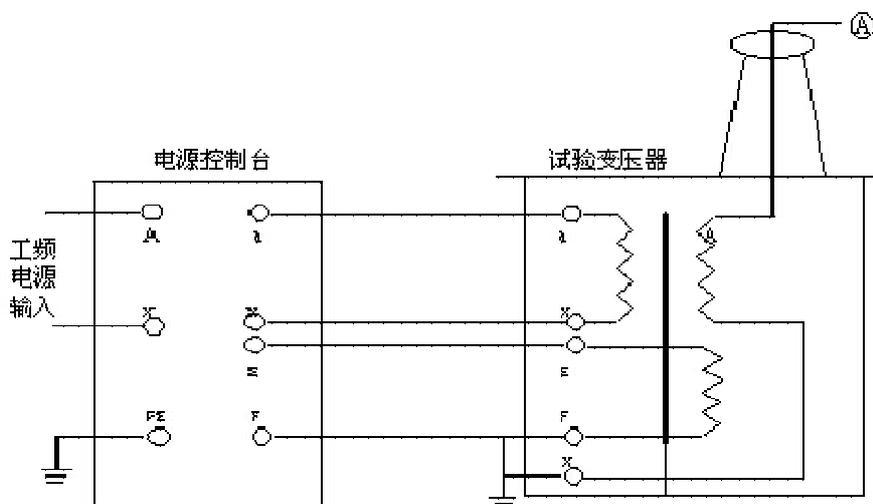
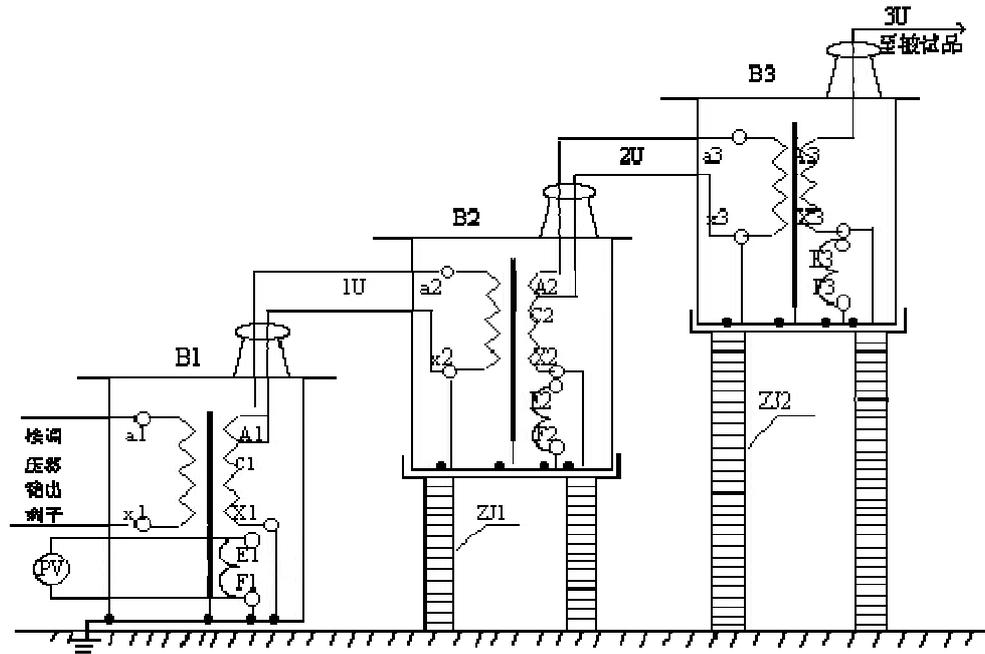
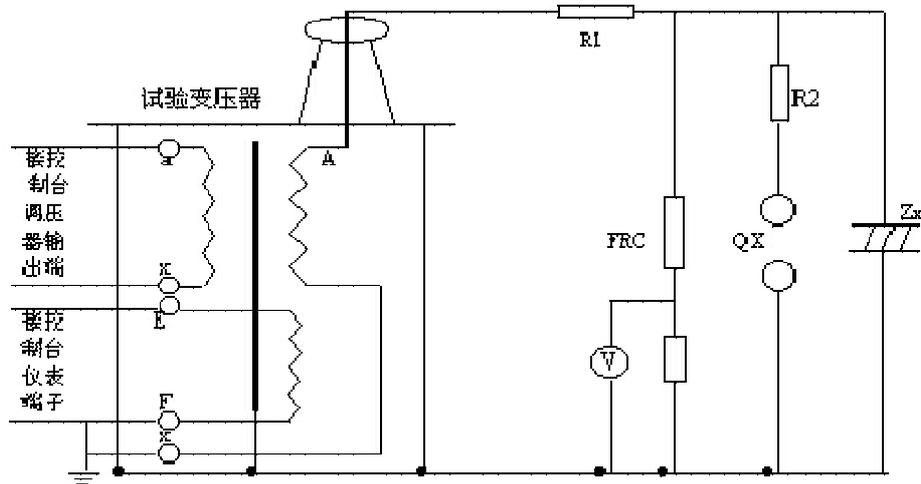

图 2：单台 YDQC 高压试验变压器工作原理示意图
图 3: 三台高压试验变压器串激工作原理示意图
图 4: 工频耐压试验使用接线原理示意图
YDQC 系列轻型高压试验变压器为单相变压器，联结组标号 II。单台高压试验变压器的工作过程，用交流 220V（10KVA 以上为 380V）电压接入电源控制箱（台），经电源控制箱（台）内自藕调压器（50KVA 以上调压器外附）调节 0~200V（10KVA 以上 0~400V）电压至试验变压器的初级绕组，根据电磁感应原理，在试验变压器高压绕组可获得试验所需的高电压。其工作原理图见图 2 所示。
2、单台交直流两用型高压试验变压器工作原理见图 3。图中所示：高压套管内装有高压硅堆，串接在高压回路中作高压整流，以获得直流高电压。当用一短路杆将高压硅堆短接时，可获得交流高电压，其状态为交流输出；反之在抽出短路杆时，其状态为直流输出。
3、三台高压试验变压器串激获得更高电压原理见图 4，串激高压试验变压器有很大的优越性，因为整个试验装置由多个单台串激式试验变压器组成，单台试验变压器有着体积小、重量轻、便于运输的特点，它既可以串接成高出几倍的单台试验变压器输出电压组合使用，又可以分开单独使用。整套试验装置投资小、经济实惠。图 3 所示：在三台串激式试验变压器串激使用中，单台试验变压器 B1、B2、B3 的输出电压都是 U，第一、二级的试验变压器内部都有一个激磁绕组，分别为 A1、C1 和 A2、C2。当控制电压加在第一级试验变压器 B1 的初级绕组 a1、x1 上，激磁绕组 A1、C1 给予试验变压器 B2 初级绕组供电，第二级试验变压器 B2 的激磁绕组 A2、C2 给试验变压器 B3 的初级绕组供电。由于第一级试验变压器 B1 的高压尾及壳体接地，第二、三级的试验变压器 B2 和 B3 对地有绝缘支架的隔离，这样试验变压器 B1、B2、B3 对地输出电压分别为 1U、2U、3U。
按照图 4、结合图 2 所进行的工频耐压试验接好工作线路，试验变压器的高压绕组的 X 端（高压尾）、仪表测量绕组的 F 端、试验变压器的外壳以及电源控制箱（台）的外壳必须可靠接地。
X 端，仪表测量绕组的 F 端，以及高压绕组的 X 端（高压尾）均接本级试验变压器的外壳，第二、三级试验变压器的主体必须放置在绝缘支架上。除第一级以外、第二、三级试验变压器的主体不要接地线。其接线方式见图 3 所示。
按照图 5、结合图 3 所进行的直流泄漏试验接好工作线路。试验变压器的高压绕组的 X 端（高压尾）、仪表测量绕组的 F 端、试验变压器的外壳以及电源控制箱（台）的外壳必须可靠接地。